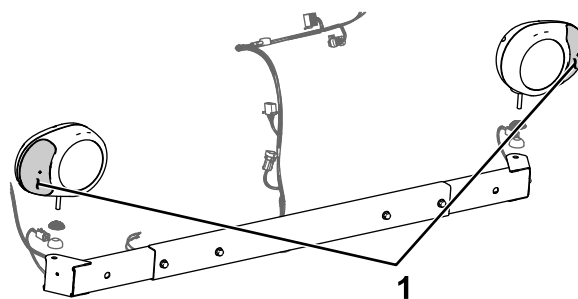

Figura 13
- Allineate i gruppi delle luci operative di sinistra e destra con i vetri gialli verso l'esterno, come illustrato nella Figura 13.